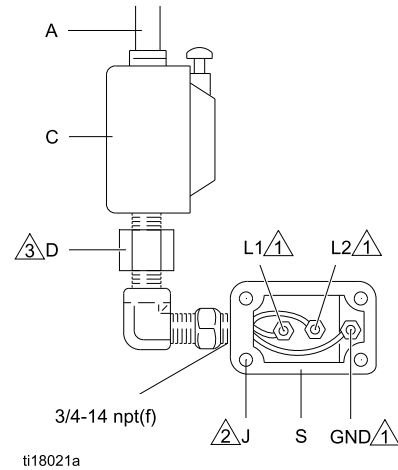

Figure 3 Conecte los cables de alimentación, monofásico
Se requiere un conducto sellado (D) antes de 18 pulg. (457 mm) del motor en EE.UU. y Canadá. Consulte la Fig. 3.
2. Consulte la Figs. 3 y 4. Instale un control de inicio/detención (C) en la línea de suministro eléctrico (A) de fácil acceso y cercano a la bomba. El control de inicio/detención debe estar aprobado para ser utilizado en ubicaciones peligrosas.
3. Abra el compartimento eléctrico (S) en el motor.
Notas de la Figs. 3 y 4
1. Conecte el cable de puesta a tierra de suministro en el eléctrico compartimiento. Consulte las Figs. 3 y 4.